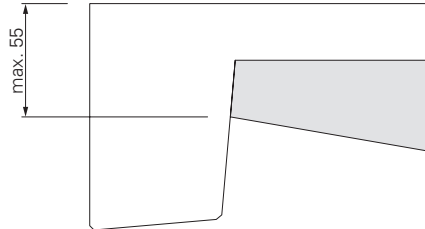

Fig. A3.01
- Come da calcolo statico, la misura dal bordo superiore del cordolo al bordo inferiore della parte a sbalzo del ponte è di max. 55 cm per tutti i tipi di installazione. (Fig. A3.01)